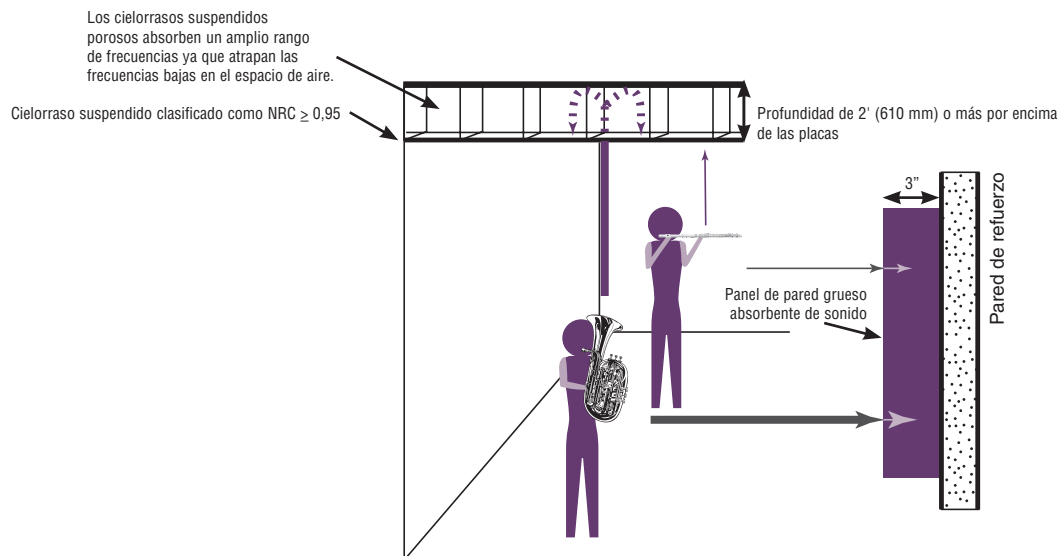

FIGURA 19
- Reemplace las placas de cielorraso reflectantes por paneles de fibra de vidrio absorbentes de acústica (con clasificación mínima de NRC 0,95) de 1" (25 mm) de grosor (figura 19). Recuerde que cuanto más espacio exista encima de esos paneles, mejor será la absorción de frecuencias bajas.